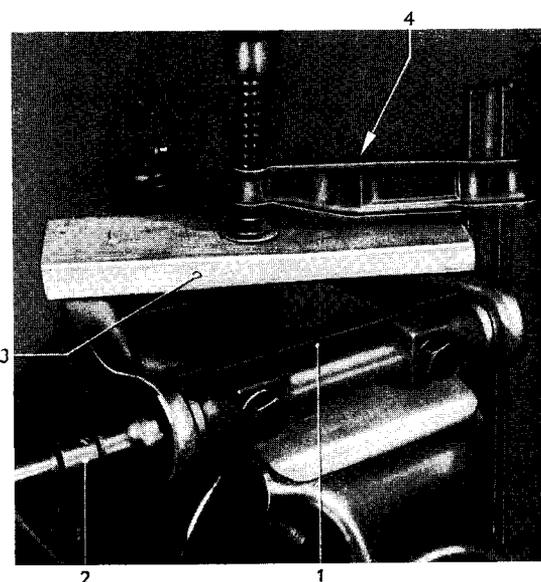

Bild 63 – Lenker zum Einschrauben der Gewindebuchsen festgespannt
- Lenker gemäß Bild 63 mit Schraubzwinde (63/4) festspannen.